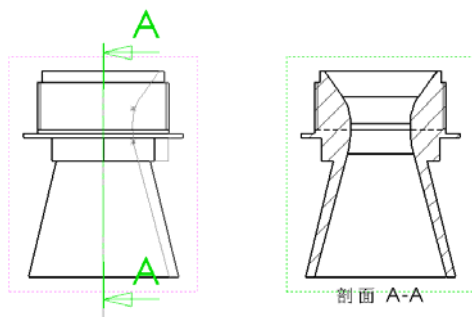

图 14-40 剖面视图
① 激活现有视图。
② 单击“草图”工具栏中的 （中心线）或 （直线）按钮，或选择菜单栏中的“工具”→“草图绘制实体”→“中心线”或“直线”命令，在激活视图中绘制单一或相互平行的阶梯式中心线或直线段。
③ 选取绘制的中心线或直线（如还未选取），如果是阶梯式直线段，只需选取一条。
④ 单击“工程图”工具栏上的 （剖面视图）按钮，或选择菜单栏中的“插入”→“工程视图”→“剖面视图”命令。
⑤ 移动指针，会显示视图的预览，而且只能沿剖切线箭头的方向移动。当预览视图位于所需的位置时，单击以放置视图，如图 14-40 所示。